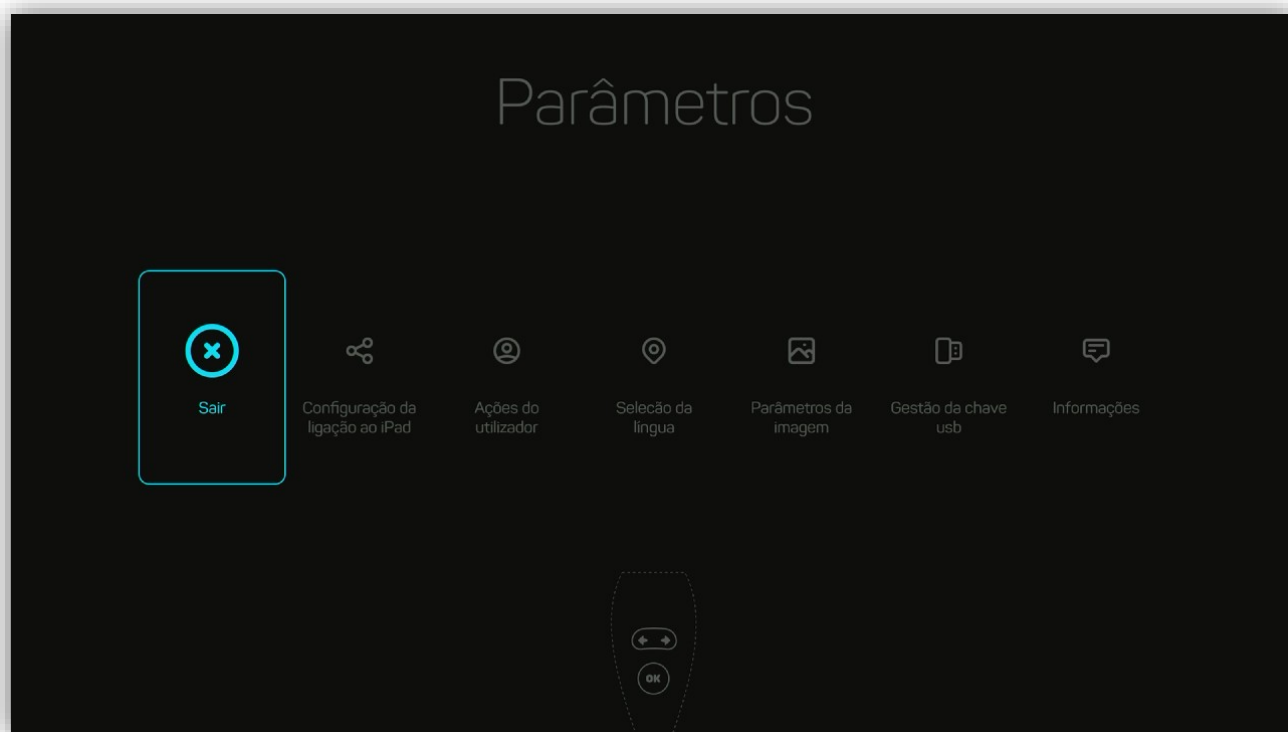

Figura 10 - Menu de configurações
- Para configurar o dispositivo, no menu de boas-vindas, selecione Configurações para acessar o menu Configurações (consulte Figura 10).